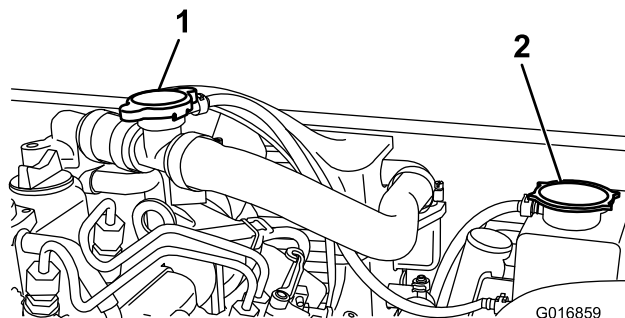

図 52
3. 補給口のキャップを元通りにはめ、補助タンクのキャップを開ける 図 52。
2. ラジエターの補助タンクのキャップを取る 図 52。